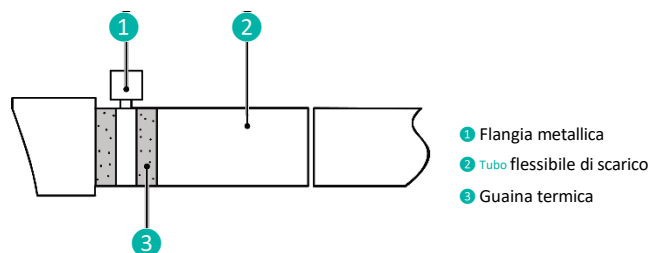

Fig. 4.3.2
- 1 Inserire il tubo di scarico nel foro di scarico e fissarlo con del nastro isolante, come illustrato nella Fig.4.3.2. Il modello con pompa dell'acqua viene fornito con un tubo di scarico, mentre per gli altri modelli è necessario procurarsi il tubo di scarico separatamente.